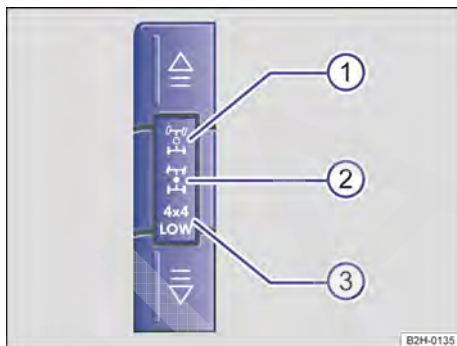

Fig. 140 No console central: botões para ligar e desligar a tração nas quatro rodas.
Em veículos com tração nas quatro rodas acionável, na condição inicial o acionamento traseiro sempre está ativo. A tração nas quatro rodas é acionada manualmente em 2 etapas pelos botões no console central → Fig. 140.
Utilizar a tração traseira em ruas secas com solo firme. Com a tração traseira acionada, acende-se o símbolo → Fig. 140 ⓘ no console central. Se, em ruas secas com solo firme, no lugar da tração traseira, for acionada a tração nas quatro rodas (símbolo → Fig. 140 ② aceso) ou a tração nas quatro rodas com nível de rodagem intensamente reduzido (símbolo → Fig. 140 ③ aceso), o consumo aumentará e os pneus se desgastarão mais rapidamente → ⓘ ▶
- Pressionar o botão  uma vez.  pisca por alguns segundos no instrumento combinado. A tração nas quatro rodas (4X4 HIGH) estará ativada se no instrumento combinado e no console central  → Fig. 140  estiver acesa de modo permanente.
- Pressionar novamente o botão  com o motor em funcionamento e a tração nas quatro rodas acionada (4X4 HIGH). 4X4 LOW pisca durante alguns segundos no instrumento combinado. A tração nas quatro rodas com nível de rodagem intensamente reduzido (4X4 LOW) estará ativada se no instrumento combinado e no console central 4X4 LOW → Fig. 140  estiver acesa de modo permanente.